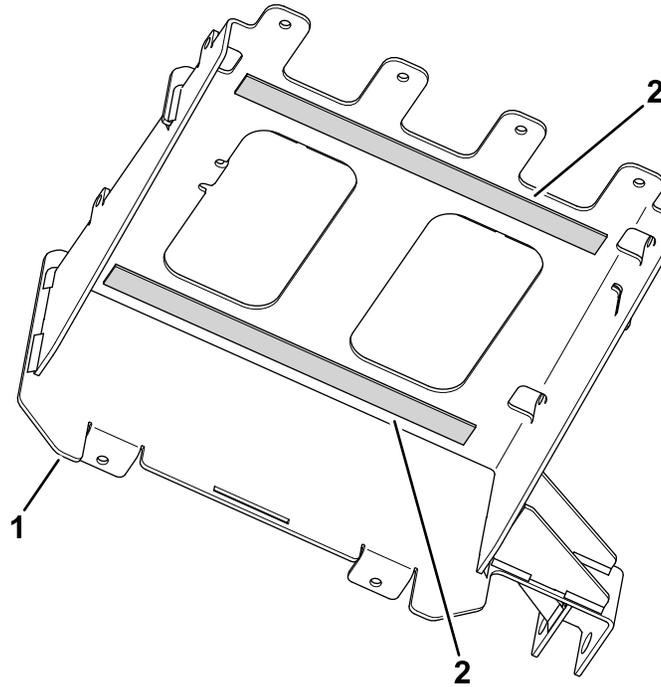

Bild 19
3. Montieren Sie 2 Schaumstoffstreifen (37 cm oder 14,5") an der unteren Montageplatte (Bild 19).